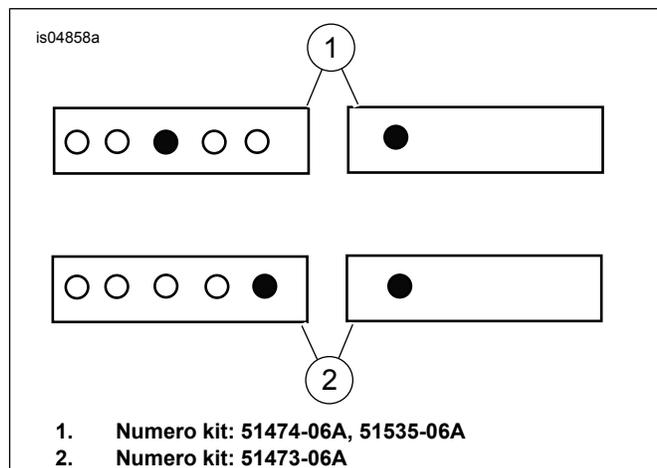

Figura 4. Installazione della cinghia di appiglio
5. Vedere Figura 4. Installare la nuova cinghia di appiglio con rondella e dado, e serrare ad una coppia di 11–18 N·m (8–13 ft·lbs).